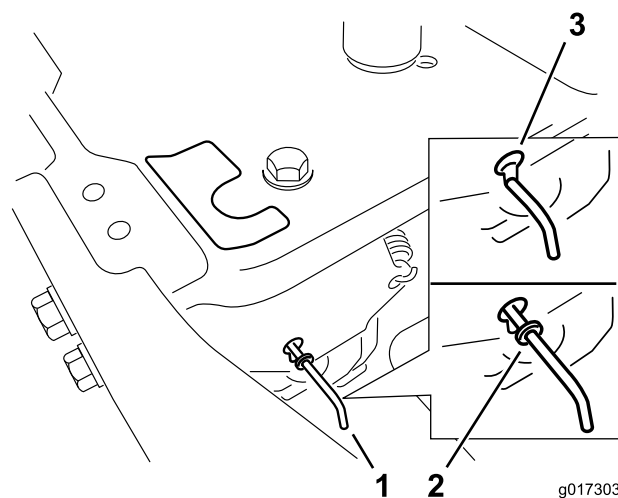

Figure 22
4. Déplacez les leviers de dérivation en avant dans l'encoche en trou de serrure, puis vers le bas pour les verrouiller en position (Figure 22).
Déplacez les leviers de dérivation en arrière dans l'encoche en trou de serrure, puis vers le bas pour les verrouiller en position, comme montré à la Figure 22.